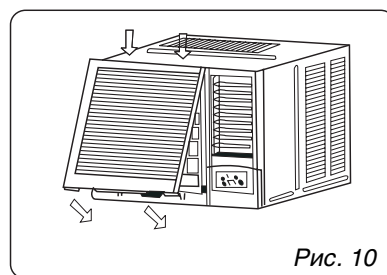

Рис. 10
2. Подвесьте лицевую панель на крепления, затем вставьте ее в углубление, надавив на лицевую панель до щелчка (рисунок 10).